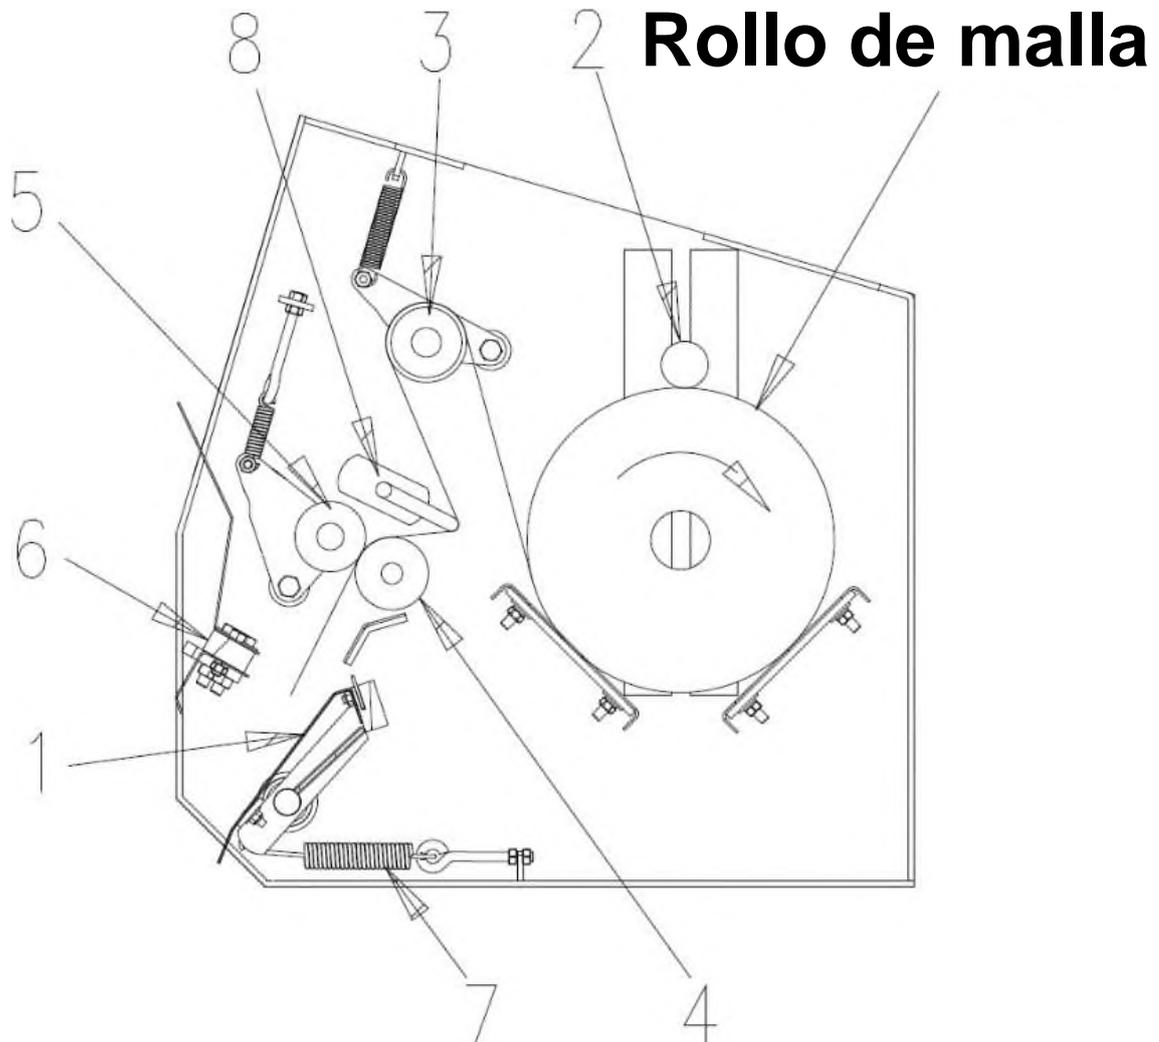

Figura 17. Pista de la malla
Para instalar la malla, levante y baje la tapa trasera colocando la cuchilla en posición de espera. La Figura 17 muestra la pista correcta de la malla. Coloque el rollo en la caja para la paca de la malla. Coloque la bobina como se muestra en la figura de forma que la malla se desenrolle desde arriba. Coloque la varilla (2) que es el freno de la malla en el rollo. Pase la malla como se muestra en el esquema a través del rodillo de distribución (3), la varilla de distribución (8), introduciendo el extremo de la malla entre el rodillo de goma (4) y el rodillo de presión (5) y tirando de él unos centímetros por debajo de la contracuchilla (6).